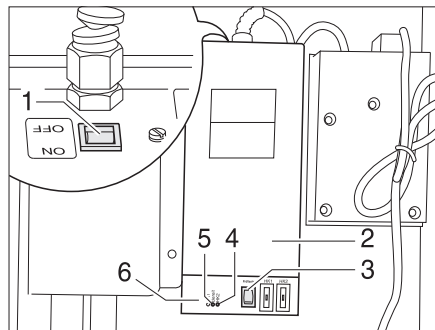

Fig. 110 Transformateur avec régulateur
Le transformateur 230 V AC/12 V DC (Fig. 110,2) est, suivant le modèle, monté dans la penderie ou dans la banquette de la dînette.
- Le voyant de contrôle (Fig. 110,5) s'allume en vert : Régulateur en marche
- Les voyants de contrôle (Fig. 110,4 et 6) s'allument en rouge : Les conduites des eaux usées sont chauffées
Un bouton-poussoir de contrôle (Fig. 110,3) est intégré dans le boîtier, ce bouton permet d'enclencher brièvement le régulateur. En appuyant sur le bouton-poussoir de contrôle, vous pouvez tester le fonctionnement du chauffage, même si la température ambiante est supérieure à 5 °C.
- Placer l'interrupteur (Fig. 110,1) du transformateur (Fig. 110,2) sur "ON".
- Placer l'interrupteur (Fig. 110,1) du transformateur (Fig. 110,2) sur "OFF".